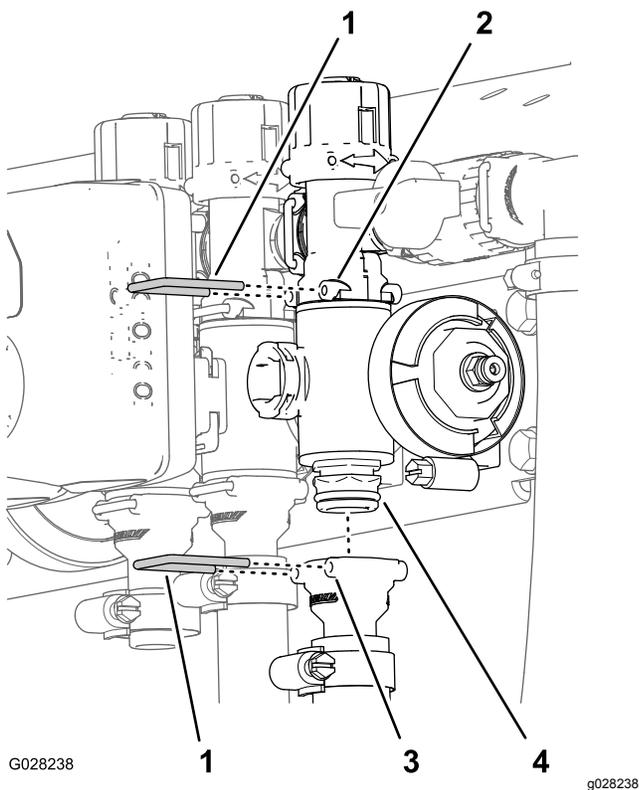

図 74
2. 出口フィッティングを個別ブームバルブ用マニホールドに固定しているリテーナ、およびバルブマニホールドをバイパスフィッティングに固定しているリテーナを外す 図 74。